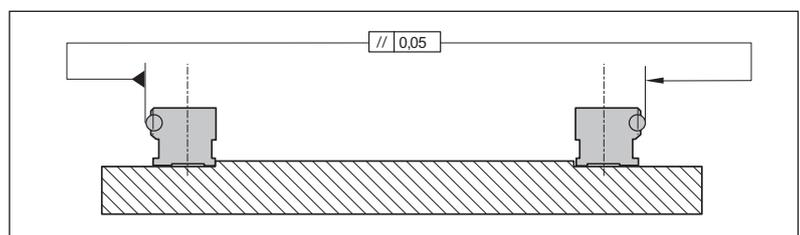

Fig. 77: Parallelität der Führungsschienen prüfen
- ▶ Parallelität prüfen ➔ Fig. 77